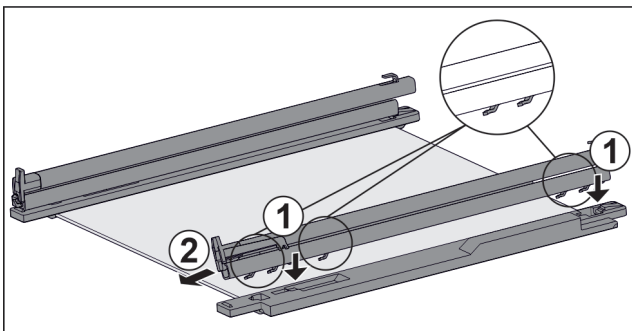

Fig. 154 Glasplatte mit Schienen und Halteteilen
- ▶ Haken der Schiene auf die Öffnungen des **linken** Halteteils setzen. Fig. 154 (1)
- ▶ Schiene nach vorne ziehen. Fig. 154 (2)
- ▶ Haken der Schiene auf die Öffnungen des **rechten** Halteteils setzen. Fig. 154 (1)